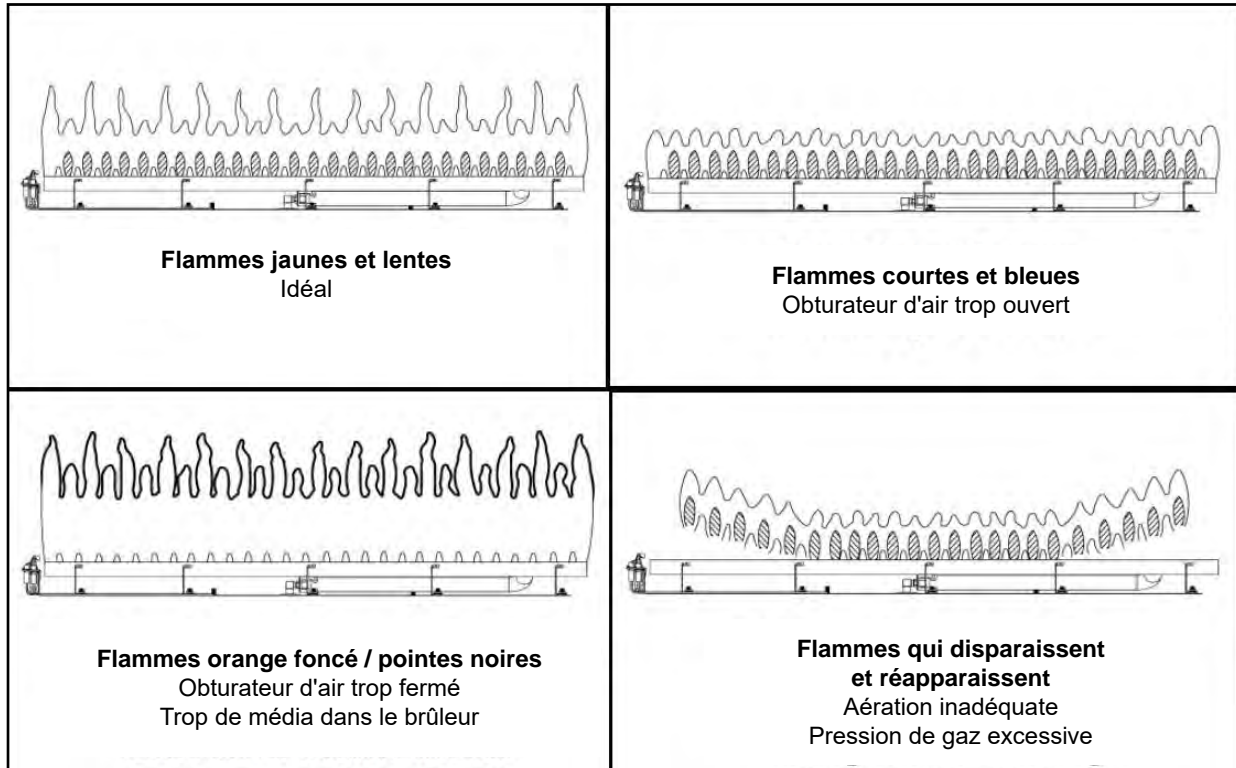
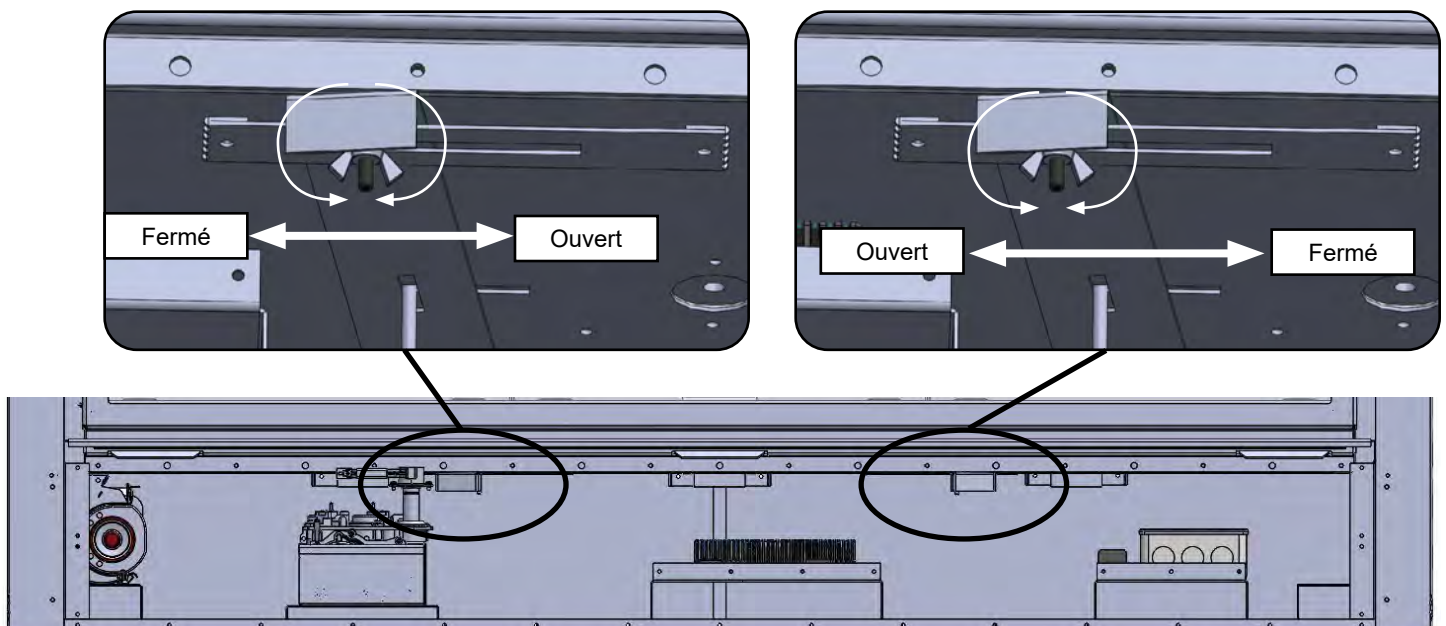

Figure 18.5.01:
Figure 18.5.02:
- Inspecter et assurer que l'allumage du brûleur principal s'effectue en moins de 4 secondes après l'ouverture de la valve à gaz principale. Les flammes devraient ressembler à celles de la **Figure 18.5.01**
Le **50-DVTE36CN-1** inclut un obturateur d'air situé sous le cadre vitré du foyer, servant à ajuster le débit d'air primaire pour obtenir le patron de flammes idéal, tel que montré à la **Figure 18.5.01**. Pour l'ajuster, utilisez un tournevis pour tourner la vis de réglage de l'obturateur d'air, tel que montré à la **Figure 18.5.02**. Pour ouvrir l'obturateur d'air et augmenter le débit d'air au brûleur, faites glisser l'obturateur d'air vers la gauche. Pour fermer l'obturateur d'air et réduire le débit d'air au brûleur, faites glisser l'obturateur d'air vers la droite.